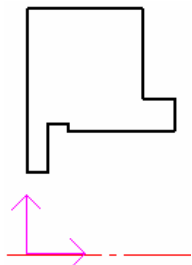

图 4-178 绘制直线
3) 系统提示: 第一点(切点, 垂足点), 要求输入直线的点, 输入坐标 (0, 0), 系统提示输入第二点, 连续输入坐标为 (0, 20), (0, 60), (28, 60), (28, 38), (36, 38), (36, 30), (26, 30), (10, 30), (10, 32), (5, 32), (5, 20), (0, 20), 单击鼠标右键完成直线绘制, 如图 4-178 所示。